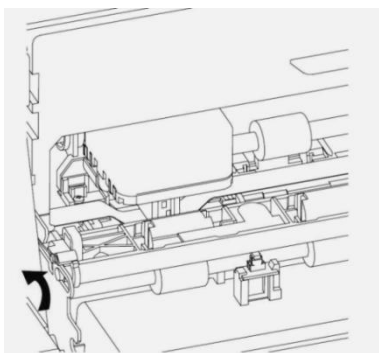

图 6
- 5) 如图 6 所示将压纸滚轮保持架向内翻转至回位，最后请盖好透明板，打印机色带就安装完成了。